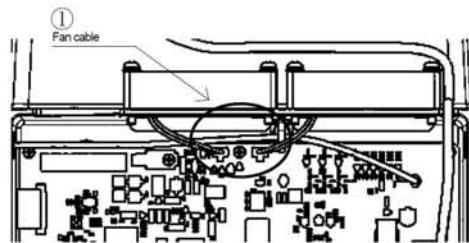

図3 [Fig.3]
- 1) ファンケーブルをコネクタ(J202またはJ203)からはずします。(図3)①
Remove the fan cable(s) from the connector (J202 or J203). [Fig.3]①